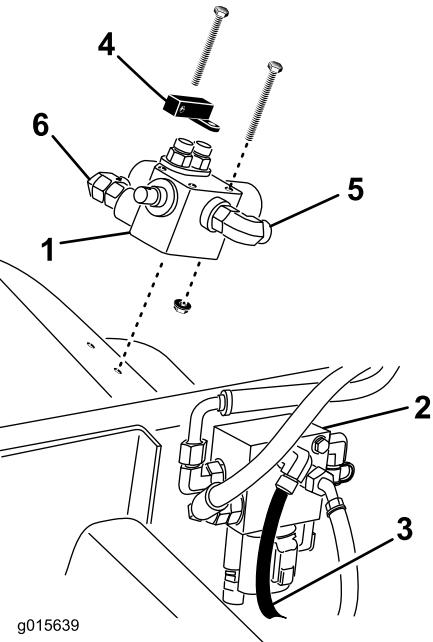

図 5
9. 制御バルブとピボットレバーを右フェンダに取り付けるボルト 1/4 x 2-3/4 インチ 3本と、1/4インチのフランジロックナットを図 5のよう使用する。
10. 昇降マニホールドの下にオイルを受ける容器をおく図 5。
11. ステアリングホースステアリングバルブから来ているホース図 5を昇降マニホールドの側面上のポートから外す。
12. 外したステアリングホースに30.5cmホースを接続し、制御バルブのオペレータ側にある90度フィッティングに接続する図 5。
13. ストレートフィッティングのついている長い油圧ホースキットに入っているを、昇降マニホールドの空いたポート、および制御バルブの外側にある90度フィッティングに接続する図 5。